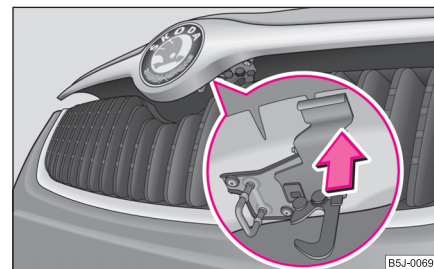

Fig. 145 Grilajul radiatorului: Siguranță
- Apăsați siguranța ⇒ fig. 145 și capota motorului se deblochează. ►